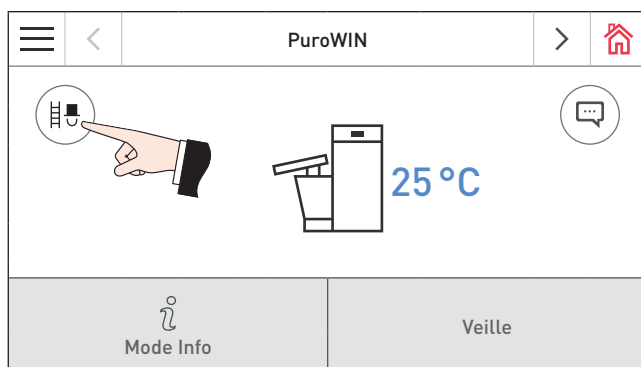

Fig. 33 Ecran d'accueil PuroWIN avec vis sans fin directe
- Appuyer sur le bouton Mode ramoneur  sur l'écran d'accueil de chaudière – Fig. 33.